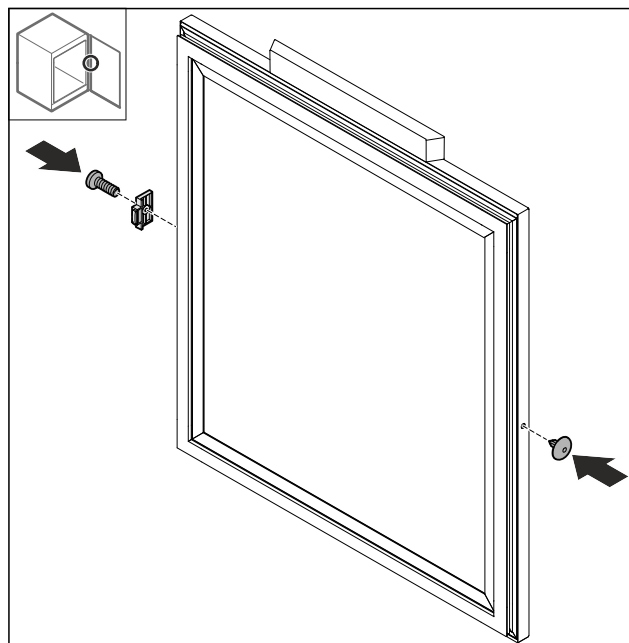

Fig. 48
- Поверніть дверний обмежувач Fig. 48 (1) на 180° і вставте його з протилежного боку.
- Установіть кожух Fig. 48 (2) із протилежного боку.